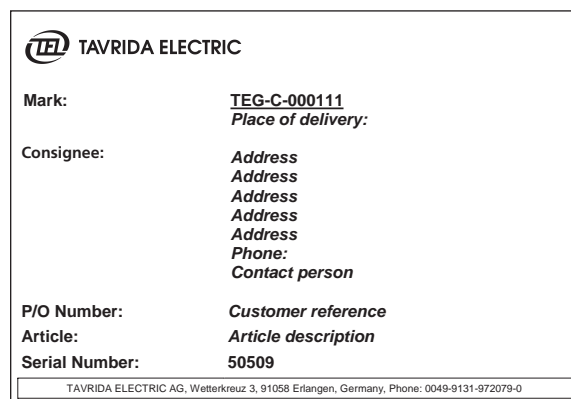

Figura 9
- Etichetta 2 con i dati logistici (Figura 9)